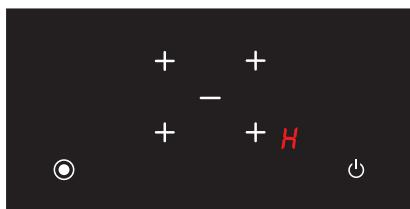

Рис. 15
4. Если какая-либо конфорка по-прежнему горячая через 20 секунд, пока температура не опустится ниже + 60°C значок **H** будет отображаться на экране (см. Рис. 15). Если ни одна из конфорок не горячая, ни один значок не будет отображаться после выключения варочной панели.